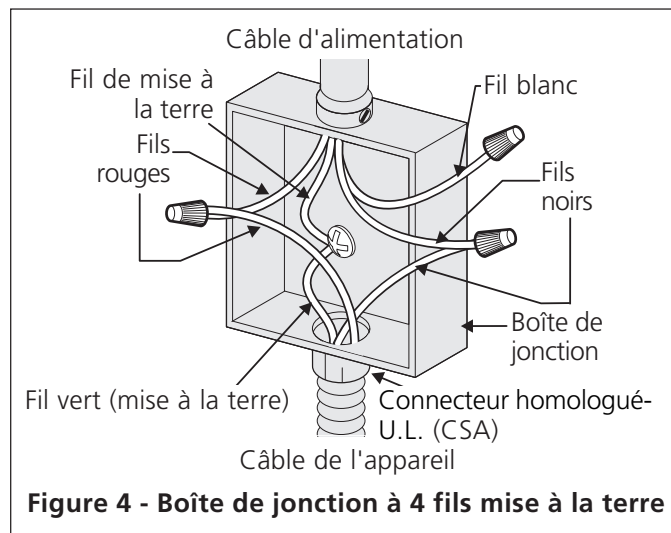

Figure 4 - Boîte de jonction à 4 fils mise à la terre
⚠ AVERTISSEMENT Vous ne pouvez pas faire la mise à la terre de l'appareil par le fil neutre (blanc) si l'appareil est utilisé dans une nouvelle installation de circuit branché (1996 NEC), maison mobile, véhicule récréatif, ou où les codes locaux ne permettent pas la mise à la terre par le fil neutre (blanc). Quand la mise à la terre par le fil neutre (blanc) est interdite, vous devez utiliser un câble d'alimentation à 4 fils. Voir la figure 4. Ne pas suivre cet avertissement peut avoir pour résultat l'électrocution ou d'autres blessures personnelles sérieuses.
Si la table de cuisson est utilisée dans une nouvelle installation de circuit branché (1996 NEC), maison mobile, véhicule récréatif, ou où les codes locaux ne permettent pas la mise à la terre par le fil neutre (blanc) (voir figure 4):
2. Dans le disjoncteur, la boîte de fusibles ou la boîte de jonction: brancher l'appareil au câble d'alimentation comme indiqué à la figure 4.